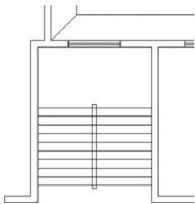
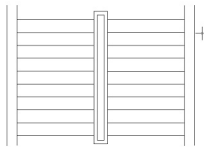

图 2.117 绘制出矩形
图 2.118 修剪扶手和梯井内的踏步线
② 在指定另一个角点或 [面积(A)/长度(L)/旋转(R)]: 提示下，输入矩形右上角点相对于左下角点的坐标，即 “@160 (梯井宽度), 2920 (2920=2700+2×110)” 后，按 Enter 键结束命令，结果如图 2.117 所示。
(3) 执行【偏移】命令 (快捷键 O)，将矩形向外偏移 80mm。
(4) 执行【修剪】命令 (快捷键 TR)，选择外部的矩形为剪切边界，将图形修整至图 2.118 所示的状态。